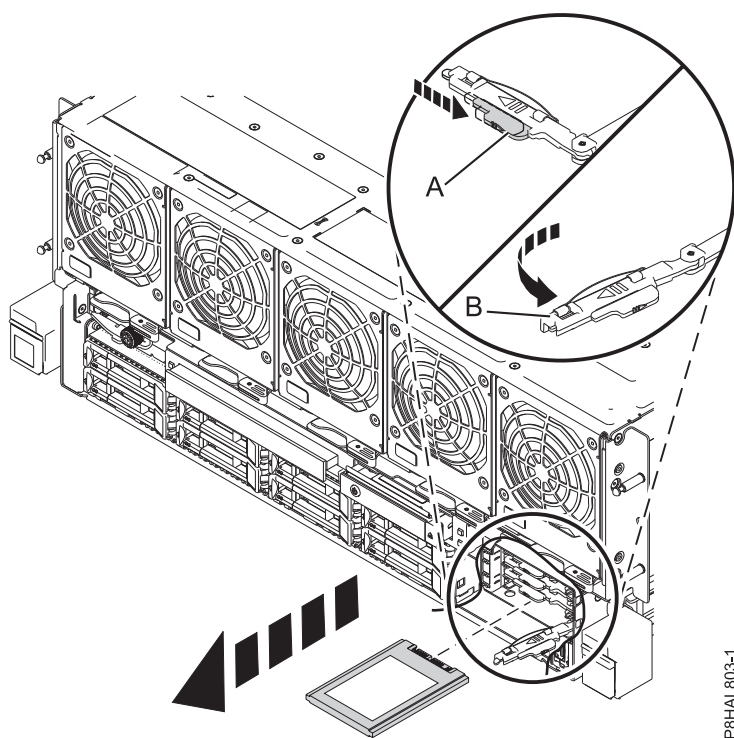

図 33. 8408-44E または 8408-E8E システムからの SSD の取り外し
9. 識別 LED が点灯したら、ハンドル・ラッチ (A) を、示されている方向に押し、ドライブ・ベイ・ハンドル (B) を手前に引いて、ドライブ・ハンドル (B) をアンロックします。図 33 ハンドルが完全に引き出されていないと、ソリッド・ステート・ドライブをスライドさせてシステムから引き出すことができません。